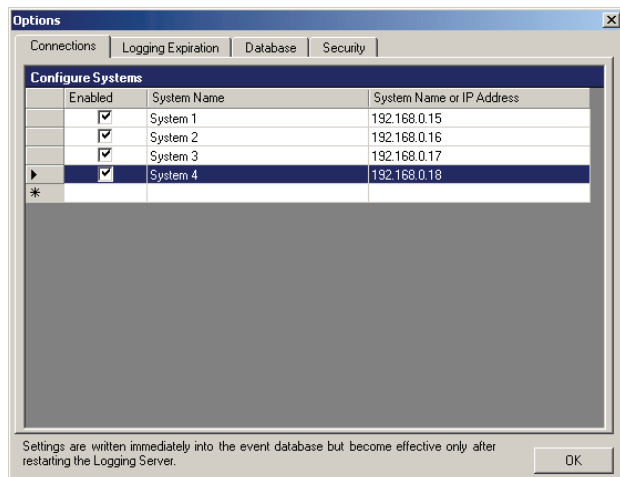

Abb. 56.9: System löschen (1)
- 1 Klicken Sie auf das Feld vor der Zeile, in der das System aufgelistet wird. Beispiel: *System 4* (siehe Abb. 56.9).